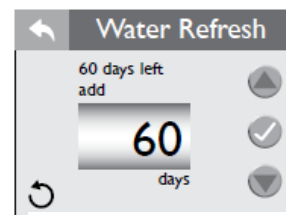

Figura 6.6e
1. No Menu “Water Care” (Cuidados com a água) você pode configurar o temporizador “Water Refresh” (Substituição de água), Figura 6.6e.